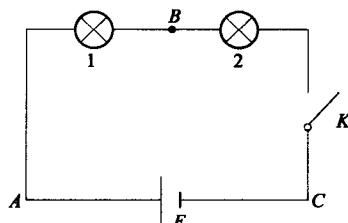

图 1-3 电路的状态
电路有三种状态，我们通过图 1-3 所示的电路来说明。
(1) 通路：即开关  $S$  闭合，构成闭合回路，电路中有电流流过。
(2) 开路：开关  $S$  断开或电路一处断开，被切断的电路中没有电流流过，开路也称为断路。
(3) 短路：在图 1-3 中，若  $A$ 、 $B$  两点用导线直接接通，则称为负载 1 被短路。若  $A$ 、 $C$  两点用导线直接接通，则称为负载全部短路，或称为电源被短路。短路也称捷路，此时电源提供的电流将比通路时大很多倍，因而一般不允许短路。